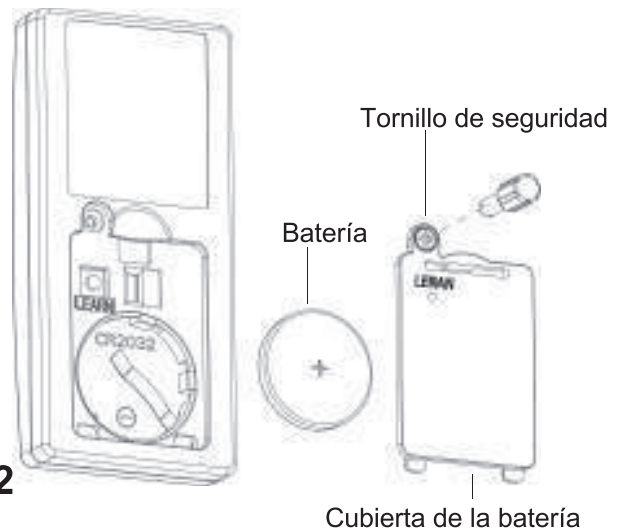

FIG. 2
Paso 1. Para retirar o reemplazar la batería tipo botón/moneda CR2032 de 3 V, afloja el tornillo de seguridad y retira la cubierta de la batería desde la parte posterior del transmisor para acceder a la compartimiento de la batería. **(Fig. 2)**